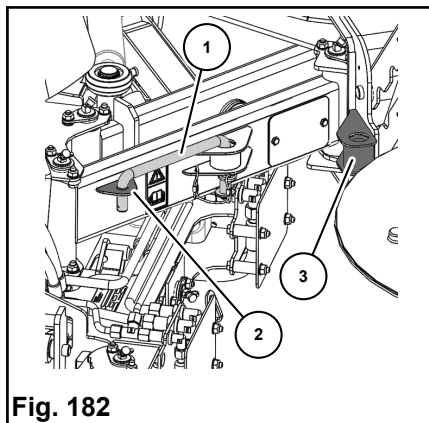

Fig. 182
4. Kontrollera transportsäkringen, se bilden **Fig. 182** på sidan 212.
6. Lyft borstarmen något och lossa transportsäkringen, se bilden **Fig. 182** på sidan 212.